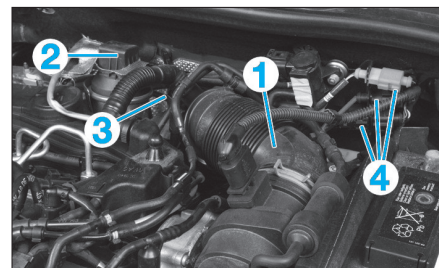

Fig. 42
- Déposer le conduit d'admission (1) et débrancher le capteur de pression de suralimentation (2) du turbocompresseur (Fig.42).
- Débrancher la durite de dépression (3).
- Débrancher les connecteurs des différentes sondes (4) puis retirer les câbles de fixations.